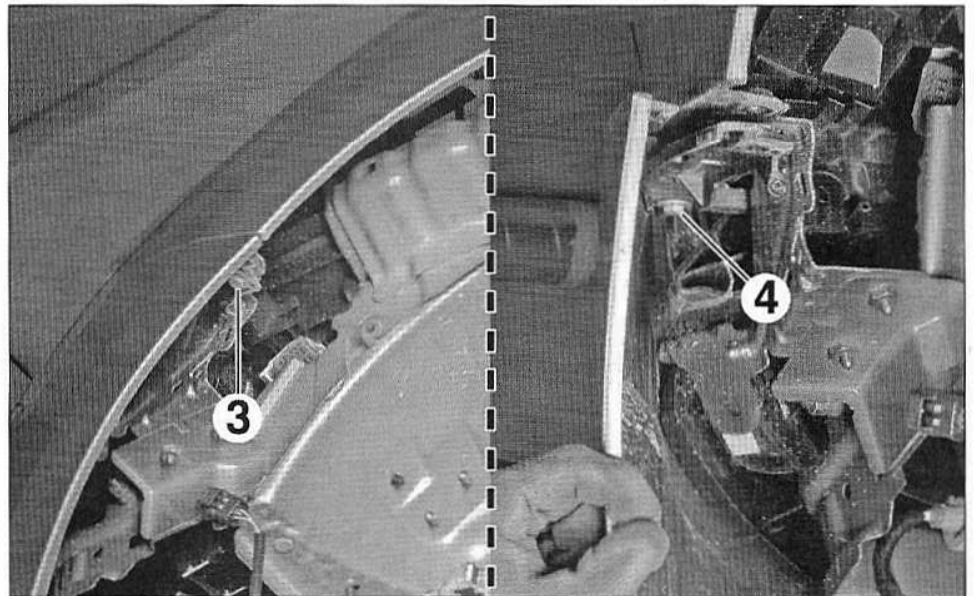

FIG.66
- Desserrer suffisamment la vis (3) puis la vis (4) (Fig.66).